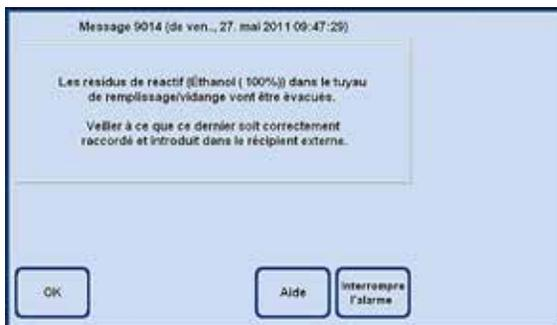

Fig. 172
- Une fois la station sélectionnée remplie, une fenêtre d'information apparaît (fig. 172), indiquant que le flexible de remplissage/vidange sans contact est soufflé à l'air comprimé.